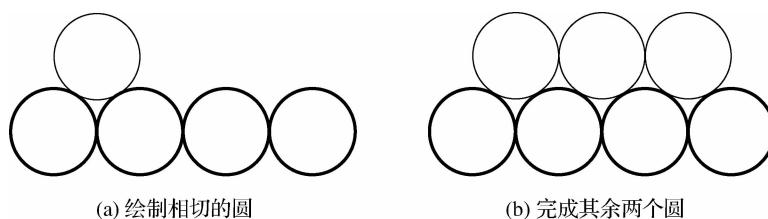

图 1-31 绘制第二排的圆
(3) 执行“绘图”→“圆”菜单命令,用“切点、切点、半径(T)”方式绘制第二排第一个半径为 R5 的圆。可以采用这种方式依次绘制同排其余两个圆,也可以采用上述(2)中的方式,复制出其余两个圆。绘制结果如图 1-31 所示。